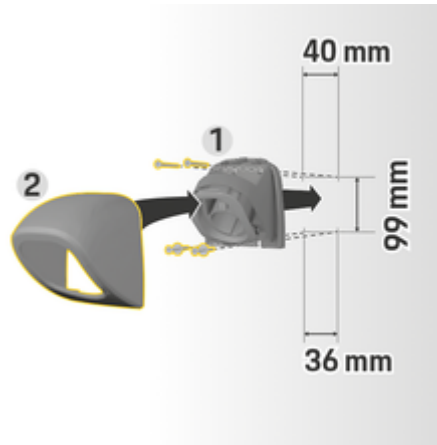

図. 217: ドリル寸法
1. コネクター ファスナー 1 (図. 217) をカバー 2 (図. 217) から取り外します。
4. コネクター ファスナー 1 (図. 217) を壁にネジ留めしてください。
5. カバー 2 (図. 217) をコネクター ファスナー 1 (図. 217) に下から取り付け、押し上げてください。